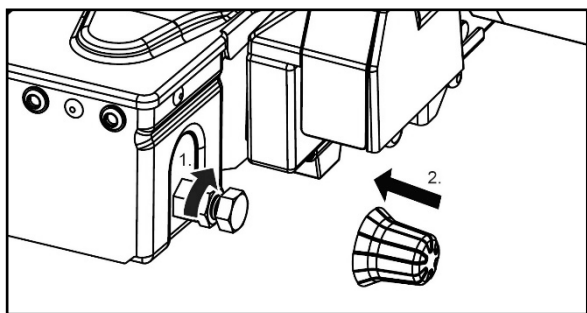
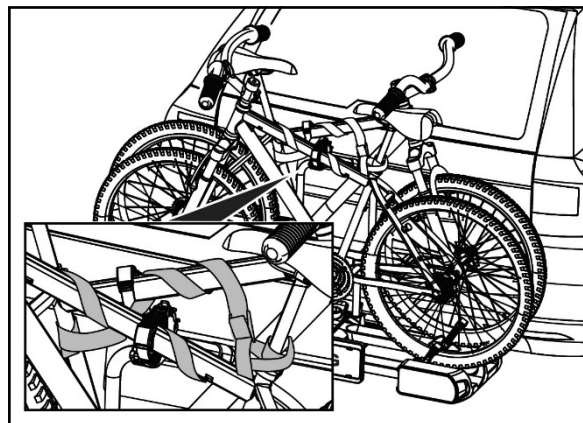

Figura 16: Regolazione dell'aggancio rapido
Figura 25: Applicazione della cinghia di sicurezza
- Stringere il controdado (figura 16).
- Prima di iniziare il viaggio, controllare sempre che la cinghia sia fissata correttamente e saldamente attorno alle biciclette e alla staffa a U del portabiciclette (figura 25).
- In caso di fissaggio lento, ripetere i passaggi illustrati da figura 16 a figura 25.